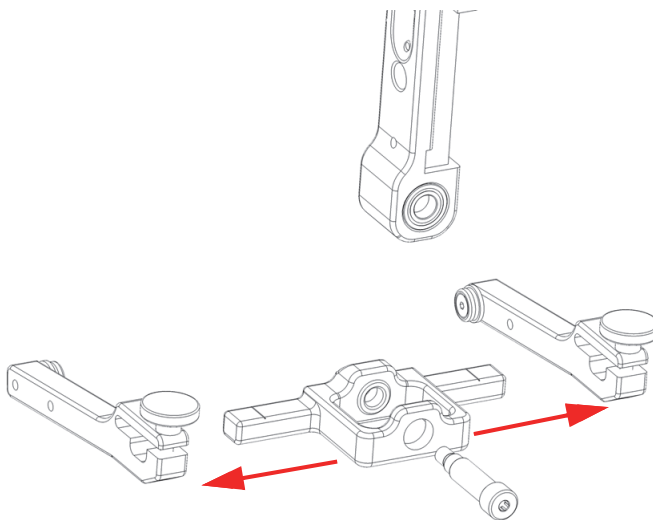

Рис. 5-5 Снятие рычагов вилки
3. Открутите крепежные винты с левой и правой стороны вилки; снимите рычаги вилки со стрежня (Рис. 5-5 на стр 82).